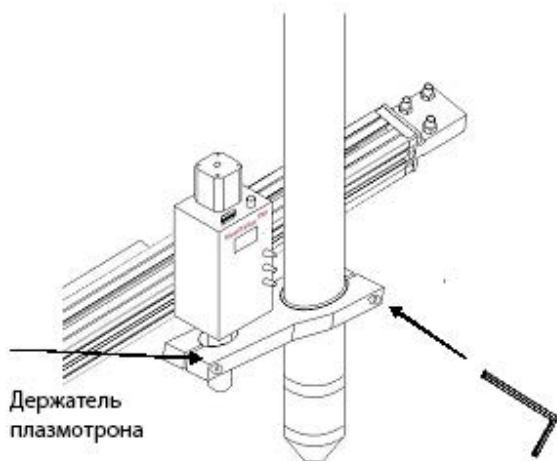

Рис. 7.7. Установка плазмотрона.
3. В зависимости от конструкции держателя плазмотрона установите и закрепите плазмотрон (См. рис. 7.7).